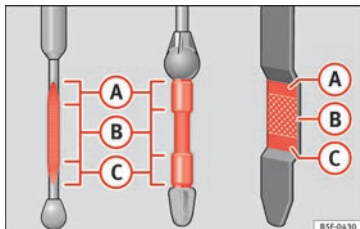

Fig. 224 Varilla de medición del nivel de aceite.
- A continuación, vuelva a extraerla y compruebe el nivel de aceite » **fig. 224**. En caso necesario, reponga aceite del motor.